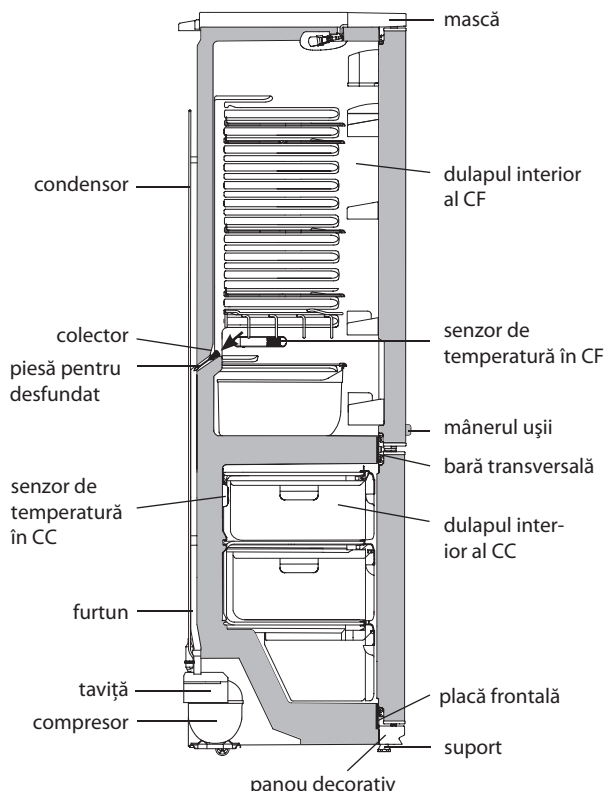
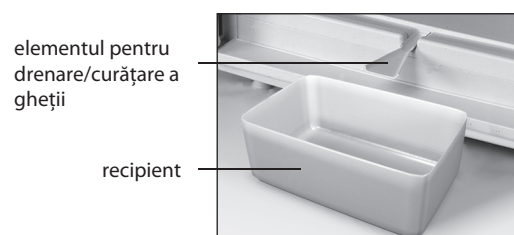

Figura 7 — Schema scurgerii apei rezultate în urma topirii din CF
Figura 8 – Colectarea apei rezultate în urma topirii din CF
5.1.1 În CF se folosește un sistem automat de dezghețare. Bruma care apare pe perețele din spate al CF, se topește în timpul ciclului de dezghețare la deconectarea compresorului și se transformă în picături de apă. Picăturile de apă rezultată în urma topirii se scurg în colector, apoi prin gaura acestuia și prin furtun - în tavița de pe compresor, în conformitate cu figura 7 și se evaporă.
Pentru eliminarea înfundării folosiți piesa corespunzătoare și curățați gaura colectorului, astfel ca apa să se scurgă liber în taviță, apoi spălați piesa și instalați-o în conformitate cu figura 7.
SE INTERZICE să utilizați frigiderul cu sistemul de scurgere înfundat. Apa care a apărut pe fundul CF sau care a ajuns în locul de alăturare a barei transversale și a dulapului interior al CF, în conformitate cu figura 7, poate provoca coroziunea dulapului exterior al frigiderului și elementelor agregatului frigorific, defectarea izolației termice, formarea crăpăturilor dulapului interior și defecțiunea frigiderului.
ATENȚIE! Nu puneți produsele în CF prea aproape de senzorul de temperatură, care este situat pe peretele drept al CF, în conformitate cu Figura 7.
ATENȚIE! Nu puneți produsele în CC prea aproape de senzorul de temperatură, care este situat pe peretele din spate al CC, în conformitate cu Figura 7.
— instalați în conformitate cu figura 8 elementul de masă plastică pentru drenare și orice vas recipient cu volumul de nu mai puțin de 2 litri pentru a colecta apa rezultată în urma topirii;
SE INTERZICE să decongeleți congelatorul fără utilizarea elementului pentru drenare instalat în conformitate cu figura 8. Apa rezultată în urma topirii care se scurge din cameră afară de elementul pentru drenare, pătrunzând în locul de alăturare a plăcii frontale la dulapul interior în conformitate cu figura 7, poate provoca coroziunea dulapului exterior al congelatorului și a elementelor agregatului frigorific, defectarea izolației termice, formarea crăpăturilor dulapului interior și defectarea dulapului congelatorului.